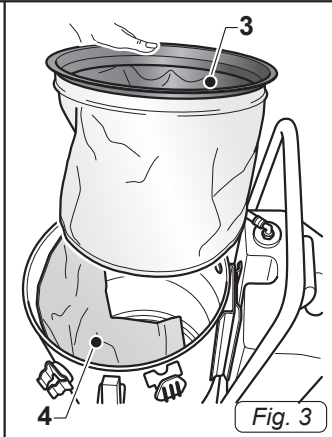
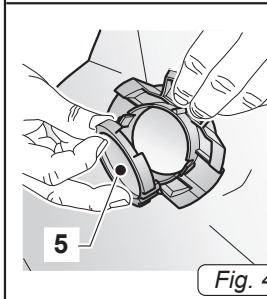
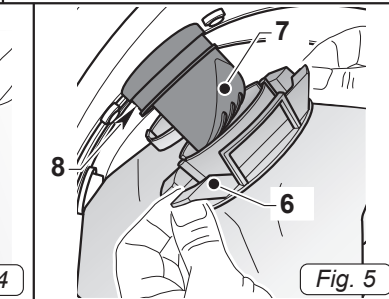

Fig. 3
Fig. 4
Fig. 5
- Rimuovere il filtro (3 Fig.3) in poliestere.
- Controllare che all'interno dell'apparecchio sia montato il sacchetto in carta (4 Fig.3).
- Se il sacchetto in carta (4 Fig.3) non è presente, montarlo agendo come segue: Sganciare il tappo (5 Fig.4) Calzare la ghiera in plastica (6 Fig. 5) del sacchetto in carta nella bocchetta (7 Fig. 5) fino a sentire il click di aggancio della ghiera nella gola (8 Fig. 5)
- Rimontare il filtro (3 Fig.3) in poliestere.